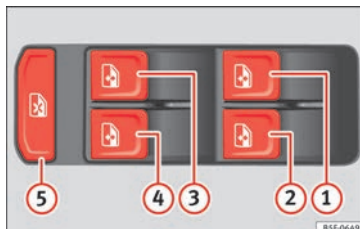

Bild 128 Detaljbild på förardörren: reglage för elfönsterhissar
Tryck på säkerhetsknappen  » **bild 128** för att inaktivera reglagen på bakdörrarna. Trycks säkerhetsknappen  in på nytt aktivera reglagen på bakdörrarna igen.
- Av säkerhetsskäl ska man använda säkerhetsknappen  » **bild 128** som inaktiverar fönsterströmbrytarna i bakdörrarna när barn sitter i baksätet.